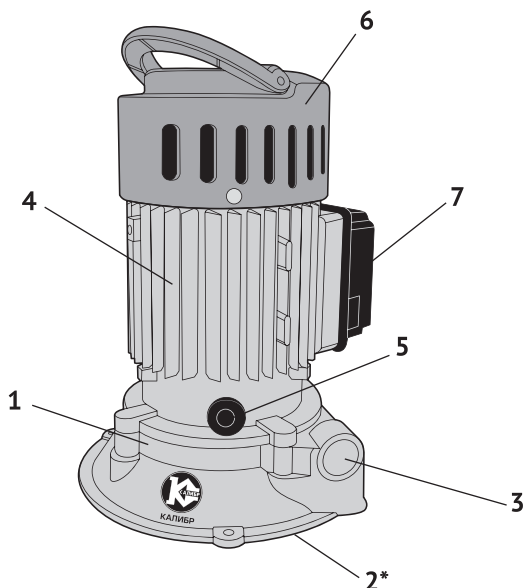

рис.1
Насос - гидравлическая машина, преобразующая механическую энергию приводного двигателя в энергию жидкости, обеспечивающее её движение. Привод насоса осуществляется однофазным асинхронным двигателем переменного тока (рис.1 поз.2). На якорь двигателя крепится рабочее колесо (крыльчатка) насоса, расположенное в корпусе из нержавеющей стали (рис.1 поз.1). На корпусе насоса стрелкой указано направление вращения рабочего колеса. Режим работы двигателя S1 - продолжительный. Входное (всасывающее рис.1 поз.4) и выходное (нагнетающее рис.1 поз.5) отверстия имеют внутреннюю резьбу $\frac{3}{4}$ дюйма. В комплект поставки входят два штуцера для присоединения труб (шлангов) с резьбой $\frac{3}{4}$.
Общий вид насоса представлен на рис.1
- после электрического подсоединения, блок управления (рис.1 поз.7) должен быть плотно закрыт, чтобы избежать попадания в него влаги;
- открыть вентиль В и отвернуть винт стравливания воздуха (рис.1 поз.5) на 2 – 3 оборота;